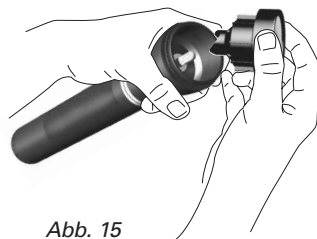

Abb. 15
1. Die Taschenlampe am breitesten Teil des Kopfs fest halten und die Vorderkappen-/Reflektorbaugruppe abschrauben. Die Baugruppe wird als ein Teil abgenommen. Sie ist werkseitig zusammenmontiert und darf nicht auseinander genommen werden (Abb. 15).
5. Den Taschenlampenkopf wieder ganz nach oben schieben (Abb. 15). Die Vorderkappen-/Reflektorbaugruppe wieder einsetzen und festschrauben.